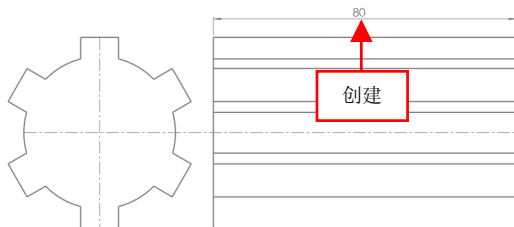

图 3-46 创建智能尺寸标注
(3) 弹出【尺寸】属性管理器，在最上方的水平直线上，单击鼠标左键并向上拖曳，至合适位置后，单击鼠标左键，创建智能尺寸标注，如图 3-46 所示。